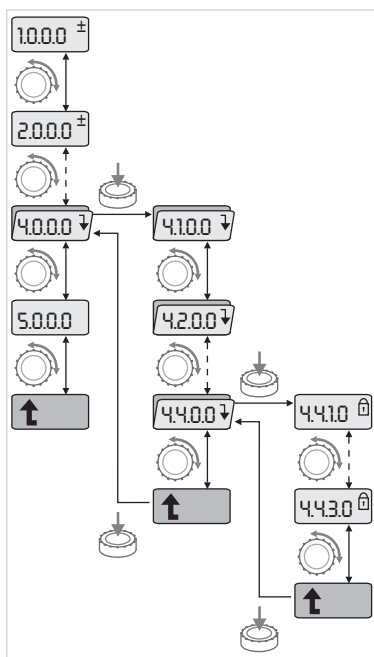

Fig. 40: Navigointiesimerkki
- Yleinen navigointi valikossa tapahtuu seuraavasti (esimerkki, katso Fig. 40):